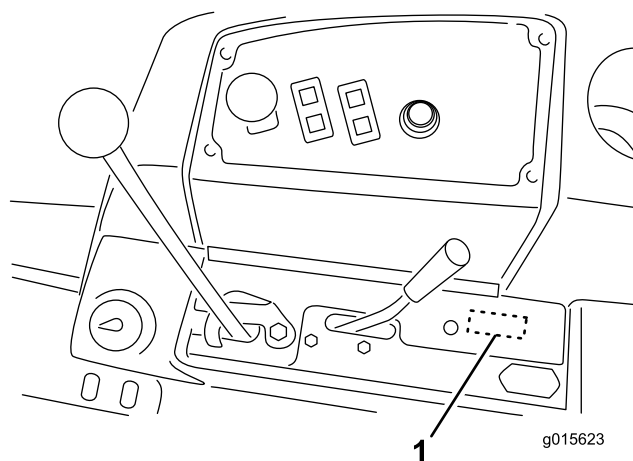
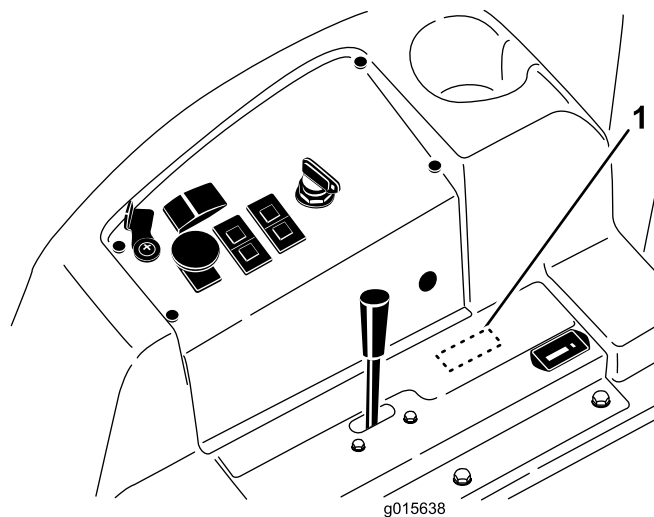

Figura 8
Figura 9
17. Retire a tampa extraível, por baixo do autocolante, no painel de controlo inferior (Figura 8 e Figura 9).